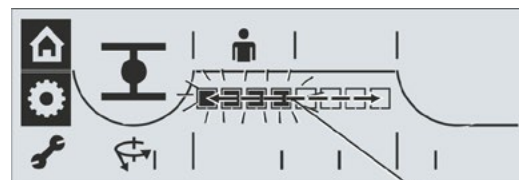

Fig. 2: Skala utkoblingsmoment 1
2. Bekreft; trykk på dreiebryteren. Det vises et blinkende symbol for utkoblingsmoment (1) i endeosisjon LUKKET (2) samt skalaen (4) med innstillingsområde fra 30 til 100 %. Segmentene (sorte firkanter) (3) viser den aktuelle innstillingen, der ett segment står for et trinn på 10 %. Bildet ved siden av viser altså at det innstilte utkoblingsmomentet er 60 % av det maksimale momentet.
4. Drei på dreiebryteren for å endre innstillingen (ved maskinklasse A og B: 30–100 %; ved maskinklasse C: 50–100 %). Se tabellen over for innstillingsverdier per trinn. Skalaen (Fig. 2, pos. 1) viser endringen.